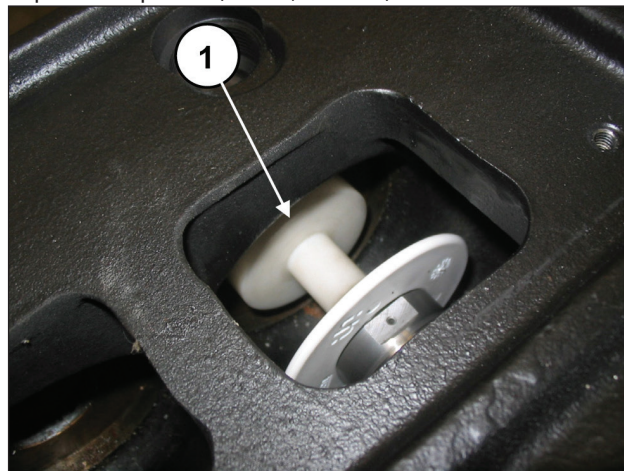

Рис. 158
Вручную прокрутите вал, чтобы постепенно переместить 3 поршня в верхнюю мертвую точку и вставить калибр-пробку арт. 27516600 между направляющей поршня и поршнем (поз. ①, Рис. 158).